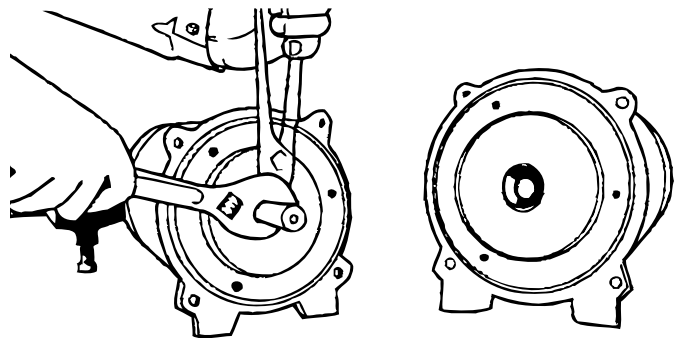

Figure 13 – Dépose du venturi
4. Sur les modèles de 1/2 ch, immobiliser l'impulseur avec des pinces, puis dévisser le tube du venturi. Sur les modèles de 3/4 et de 1 ch, le tube du venturi est vissé dans le corps de la pompe (figure 13).